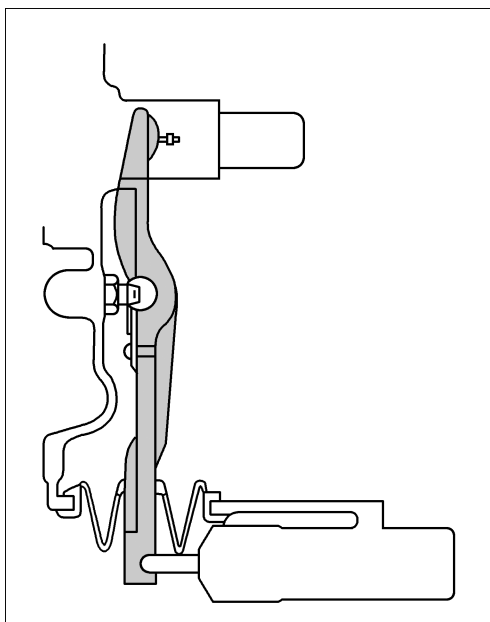

图 3-15 在分离叉上涂润滑脂
① 如图 3-15 所示，在分离叉上涂润滑脂。规定的润滑脂：三菱正宗润滑脂。零件编号：0101011 或同等品种。